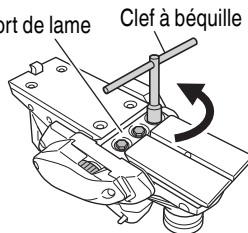

Fig. 26
- (1) Comme indiqué à la Fig. 26, utiliser la clé à douille fournie en accessoire pour retirer les trois boulons de fixation de la lame, puis retirer le support de lame.